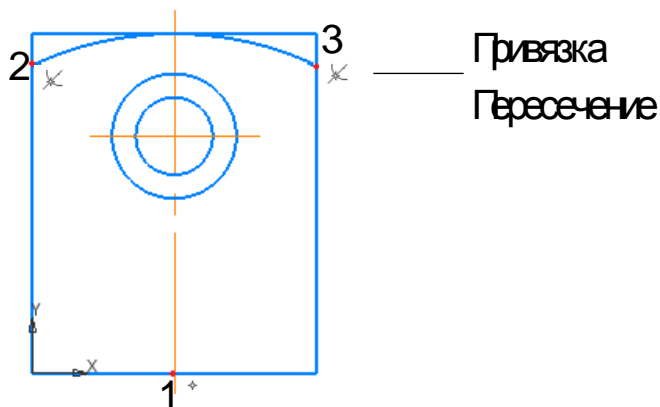

Рисунок 7
- Укажите центр (точку 1), а затем начальную (точку 2) и конечную точку дуги (точку 3), используя привязки.(рисунок 7)